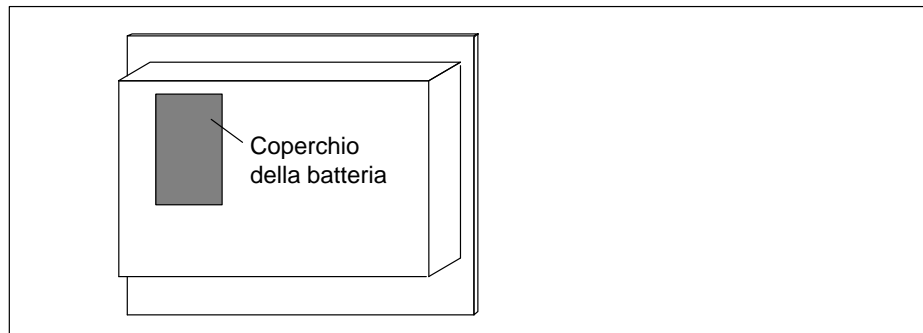

Figura 18-1 Posizione del coperchio della batteria all'OP25
1. Togliere il coperchio della batteria (v. figura 18-1, 18-2)